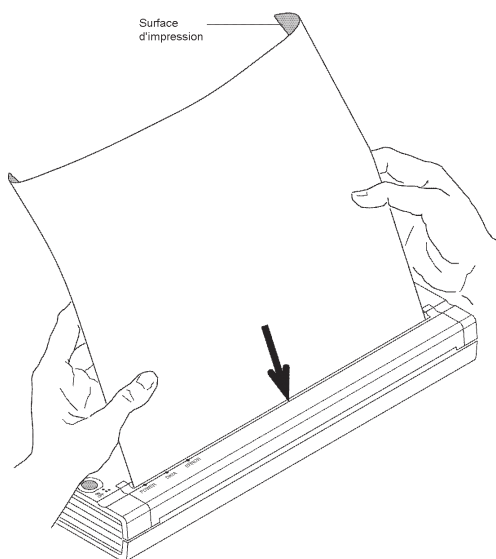

Figure 14. Insertion du papier
2. Glissez doucement le papier dans la fente de l'imprimante jusqu'à ce qu'il soit amorcé dans le rouleau entraîneur. Vous pouvez alors lâcher le papier. Consultez la Figure 14.